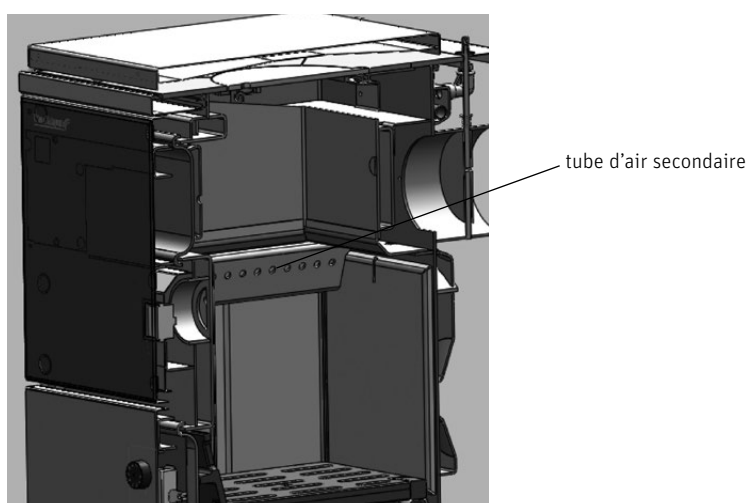

Fig.10 Chambre de remplissage
- La chambre de remplissage doit être remplie au maximum jusqu'au bord inférieur du volet d'air secondaire – Fig. 10.